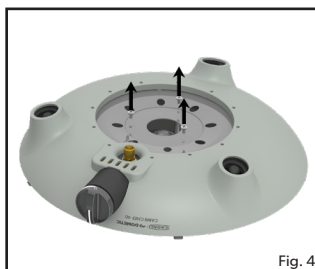
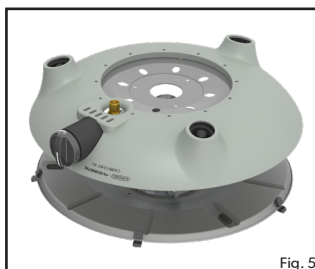
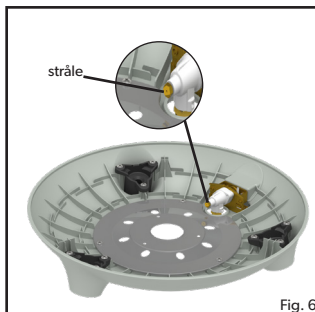

Fig. 4
Fig. 5
Fig. 6
- **För att byta ut munstycket:** Ta bort alla lösa ytor samt verktygsbrickan och benen från apparaten. Vänd på brännarbasen och ta bort de 3 skruvarna från den nedre täckplattan (fig. 4) för att separera brännarbasen från brännarenheten (fig. 5). Koppla bort piezo-tråden, var försiktig så att den inte skadas och ta bort brännarenheten från brännarbasen för att exponera strålen (fig. 6). Strålen kan nu tas bort med en lämplig nyckel. Använd inte en tang eftersom detta kan skada strålen, göra den oanvändbar eller omöjlig att ta bort. Skruva in den nya strålen i ventilen. Dra inte åt för hårt eftersom detta kan skada enheten.